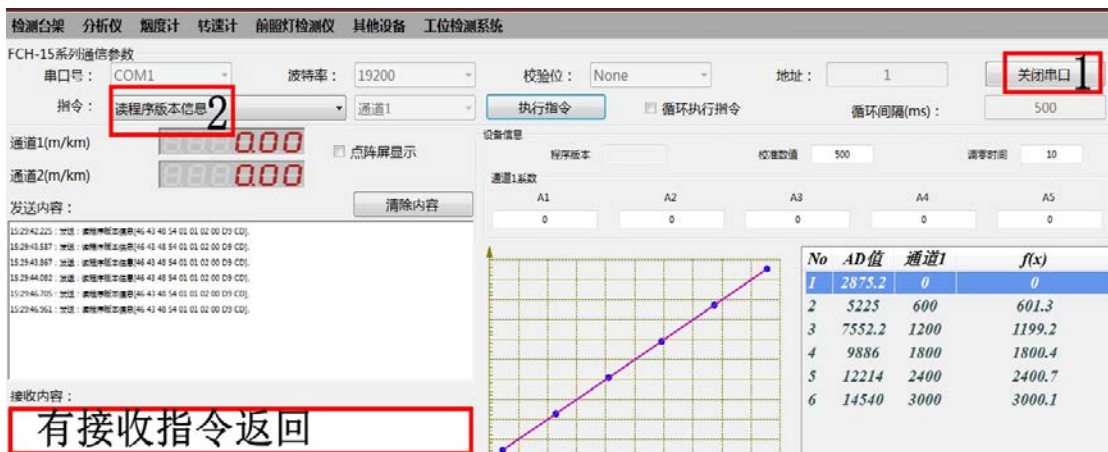

图 4.4
(3)、打开标定软件, 按图 4.3 设好参数, 点“打开串口”。选择“读程序版本信息”, 点击“执行指令”, 如接收内容对话框处里有接收指令返回(见图 4.4), 则通讯成功, 可以开始标定调试。